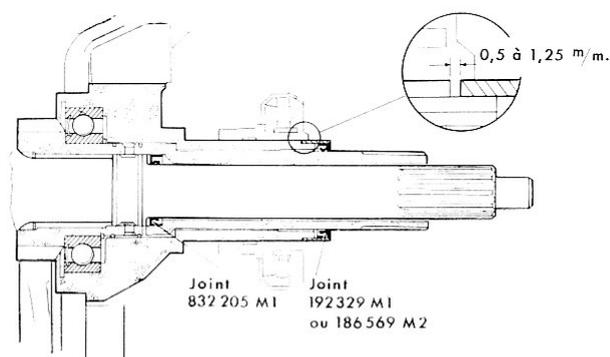

Fig. 11
- 10° Placer l'ensemble sous une presse afin de terminer la mise en place du joint en cause. Laisser un écart de 0,50 à 1,25 mm entre la face d'épaulement du boîtier et la face AR du joint (fig. 11 et 12).